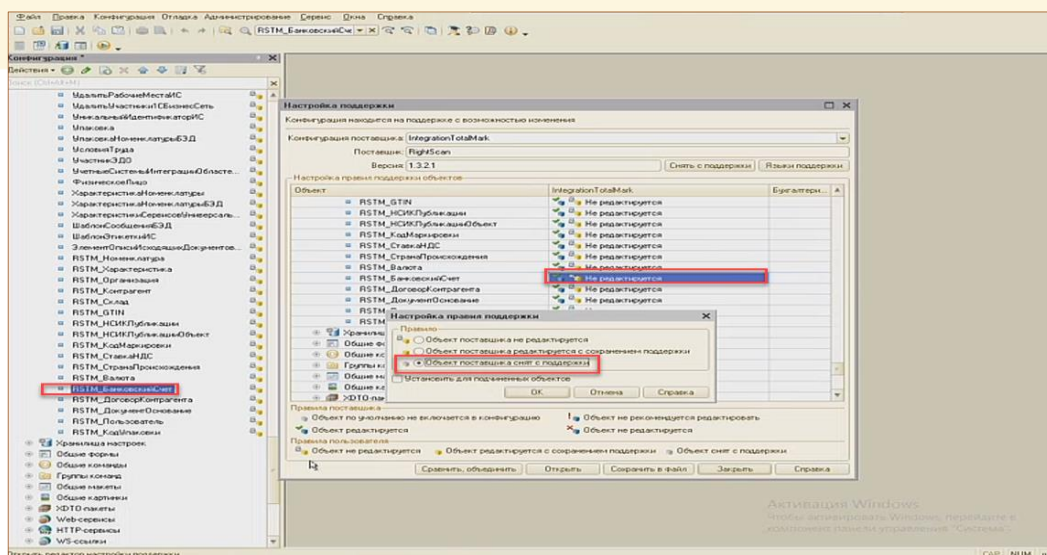

Рис. 11.18 - Настройка поддержки для объекта подсистемы
- Рекомендуется снять данный объект с поддержки, чтобы его не затрагивали последующие обновления и не слетали настроенные значения (Рис. 11.18);